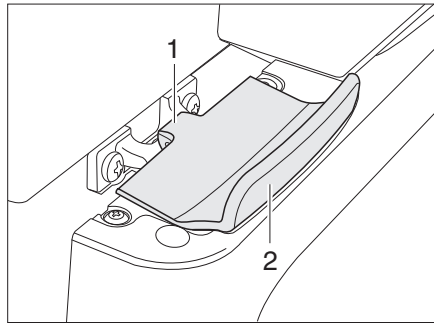

Bild 133 Verriegelung der Kühlschranktür, geschlossen (Thetford)
- Kühlschranktür am Griff (Bild 133,2) öffnen. Die Verriegelung (Bild 133,1) wird automatisch gelöst.